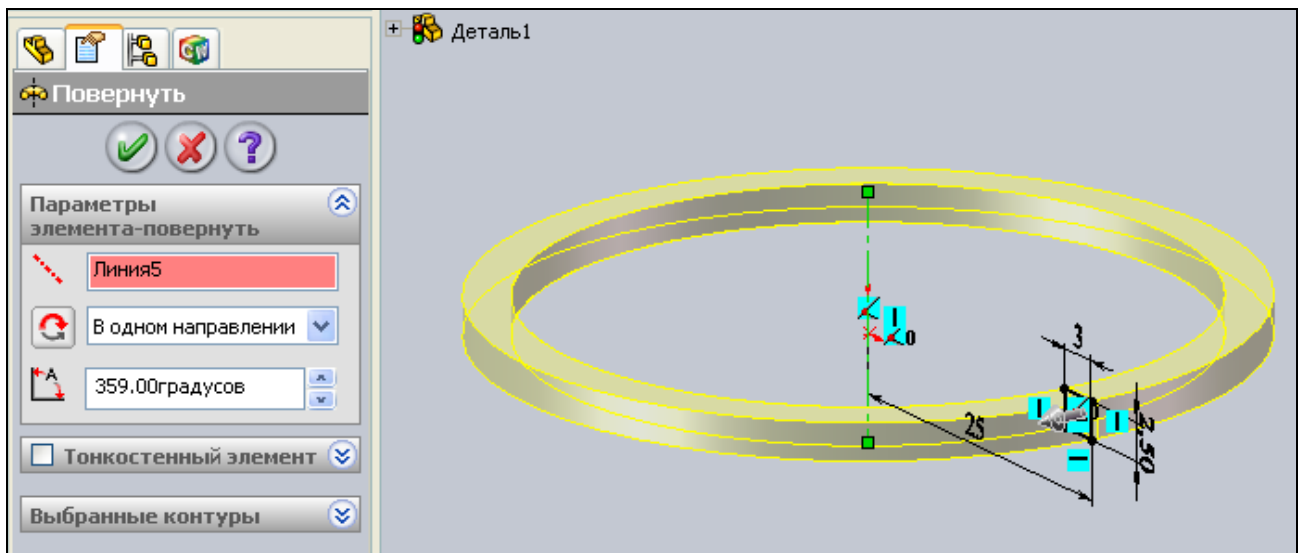

Рис. 2.17. Применение команды **Повернуть** для эскиза кольца
4. Далее не выходя из режима рисования эскиза, активируйте панель нажатием на кнопку  и вызовите команду **Повернутая бобышка/основание**  из панели инструментов **Элементы** или из главного меню **Вставка | Бобышка/Основание | Повернуть**. Откроется диалоговое окно **Повернуть** (рис. 2.17), в котором уже будут заданы все необходимые параметры, так как осевая линия одна и программа ее принимает по умолчанию. Также по умолчанию программа поворачивает эскиз на 360 градусов. Но поскольку поршневое кольцо является незамкнутым, то вместо 360 градусов установите 359 градусов. Для принятия команды нажмите кнопку **ОК** . В результате модель приобретет цилиндрическую форму с замком.